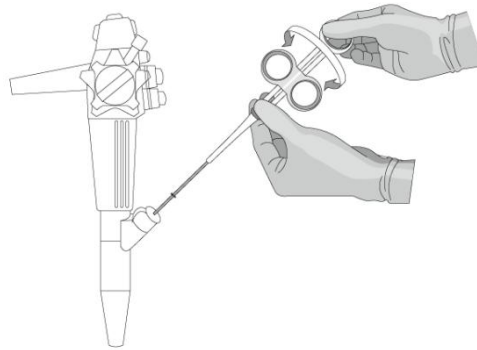

Figura 2
6. Gire la empuñadura para orientar las mordazas en la dirección óptima (véase la figura 2).